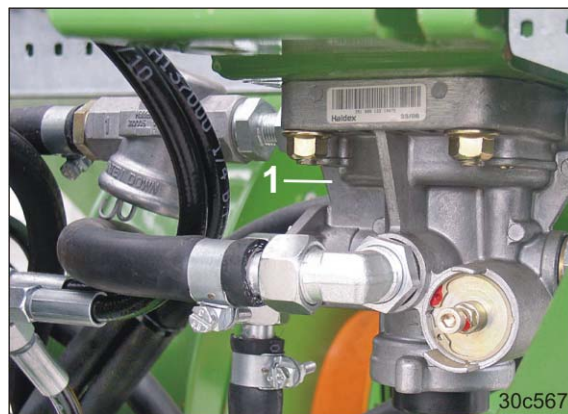

Рис. 34
- тормозной клапан прицепа (Рис. 34/1)